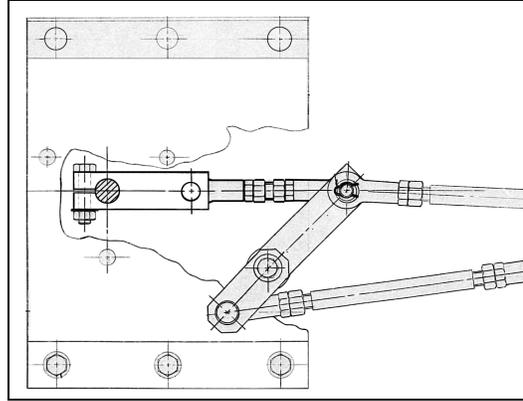

FIGURE 4 : POSITION DE LA BIELLE ET DE LA TIGE D'ENTRAÎNEMENT
9. Remettre l'alimentation électrique en plaçant l'interrupteur principal à la position MARCHÉ (ON).
12. Réinstaller la bielle d'entraînement sur l'arbre du moteur de façon à ce que les axes de la bielle et de la tige d'entraînement soient parfaitement alignés. La bielle doit être positionnée de façon à ce que son extrémité opposée à l'arbre du moteur soit à sa position la plus éloignée vers la droite (figure 4). Serrer la vis fixant la bielle à l'arbre.